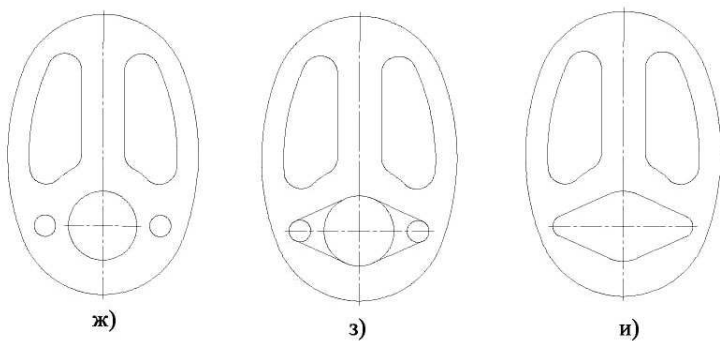

Рис. 2.12 - Последовательность выполнения лабораторной работы
2) Изобразить осевые линии (рис.2.12 а). Для этого:
б) щелкнуть по пиктограмме **Отрезок**, задать стиль линии **Осевая**, а затем изобразить осевые линии (рис. 2.12 а). При формировании
3) Изобразить заданные окружности (рис. 2.12 а). Для точного указания точек использовать объектную привязку **Пересечение**. Для
4) Построить окружности, касательные к заданным окружностям (рис. 2.12 б).
5) Удалить ненужные части окружностей. Использовать команду  - **Усечь кривую** панели **Редактирования** (рис. 2.12 в).
7) Построить сопряжения между прямой **n** и дугой окружности **m**. Для построения сопряжений использовать команду  - **Скругление** (рис. 2.12 д, ж).
8) Построить окружности и касательные к ним. Для построения касательных использовать опцию  - **Отрезок, касательный к двум кривым** (рис. 2.12 з, и).
9) Удалить ненужные части окружности с использованием команды  **Усечь кривую** (рис. 2.12 к).
10) Установить точность размерных надписей - число знаков после запятой 0 (рис. 2.12). Выполнить изображения размеров.